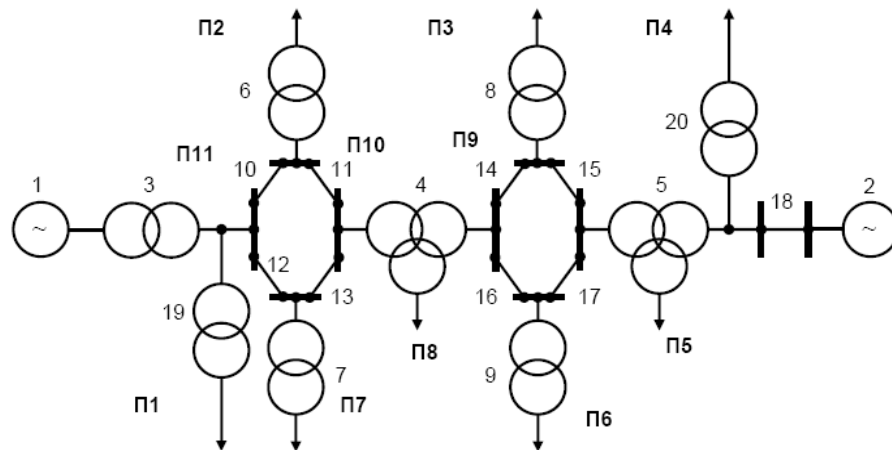

Рис. 2.1. Схема системы электроснабжения
**Задача 2.1.** Схема системы электроснабжения представлена на рис. 2.1. Номер потребителя выбирается в соответствии с заданным номером варианта.
**Задача 2.2.** Система электроснабжения представлена на рис. 2.1. Число элементов системы электроснабжения в сечении не превышает 3.